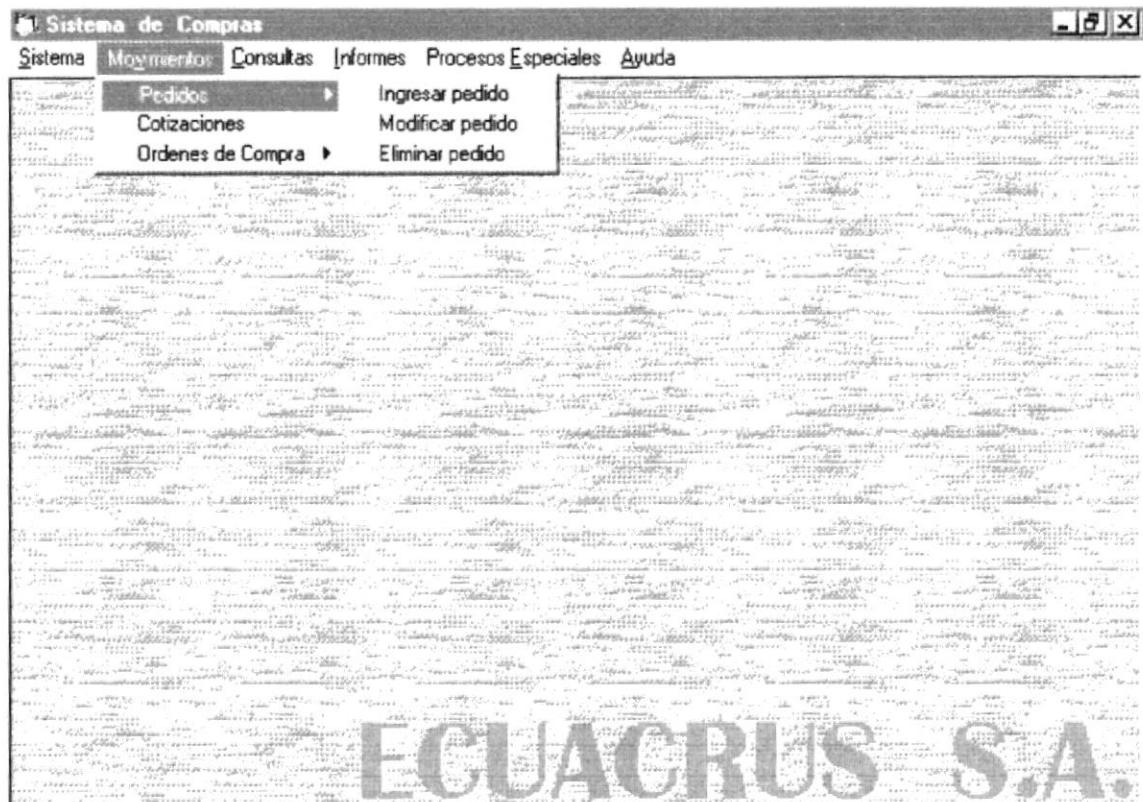

Fig. 6-3. Pantalla de Movimiento de Pedidos
4. A continuación se da un click el botón (**Aceptar**) para que el nuevo pedido ingresado sea grabado. Si la caja de texto esta vacía y se hace un click en (**Aceptar**), aparecerá el siguiente mensaje: mensaje de error (Ver Fig. 6-3).
4. A continuación se da un click el botón (**Aceptar**) para que los nuevos cambios realizados sean grabados. Si la caja de texto esta vacía y se hace un click en (**Aceptar**), aparecerá el siguiente mensaje: mensaje de error (Ver Fig. 6-3).